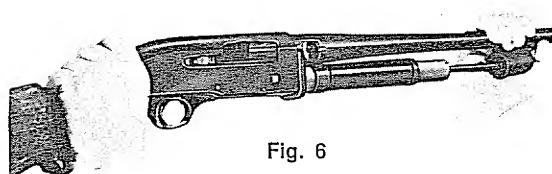

Fig. 6
6 — Tenendo con la mano destra la canna all'altezza del cilindro presa gas con pistone (in modo che questi non abbia a fuoriuscire), inserire il prolungamento della canna (tav. 1° - E) in culatta, curando che lo stelo (tav. 2° - M) del tappo serbatoio entri perfettamente nel foro del pistone (fig. 6).
- 6 - insert barrel extension (E - table 1) into receiver, holding the barrel and gas cylinder, as shown, to prevent dropping the piston. Take care that the piston slides frictionless along the magazine tube cap shaft (fig. 6) (M - Table 2).
- 6 - insérer le prolongement du canon dans la boîte de culasse en tenant le canon à la hauteur du cylindre à gaz comme indiqué sur la figure 6 pour empêcher que le piston ne tombe. S'assurer que le piston glisse librement sur la tige du bouchon du tube magasin (table 1 - pièce E - table 2 - pièce M)